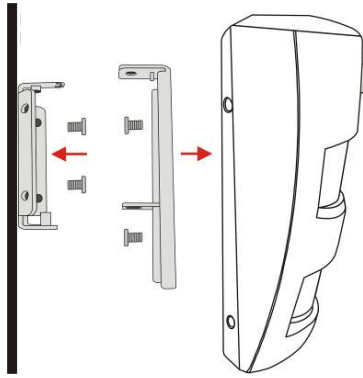

Figure 1
3. Visser la fixation du détecteur sur la face arrière du détecteur. **(Figure 1).**